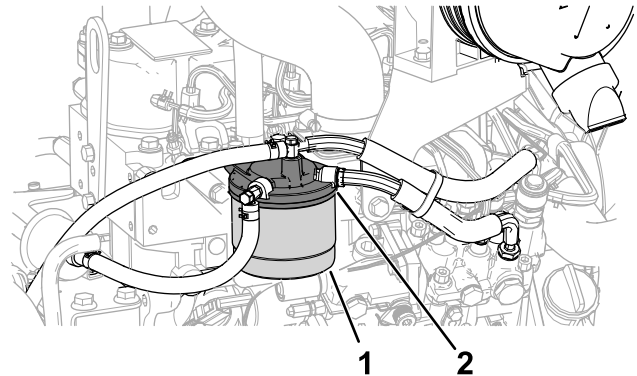

Figura 61
3. Retire el filtro y limpie la superficie de montaje de la cabeza del filtro (Figura 61).
1. Limpie la zona alrededor de la cabeza del filtro de combustible (Figura 61).
2. Retire el filtro y limpie la superficie de montaje de la cabeza del filtro (Figura 61).